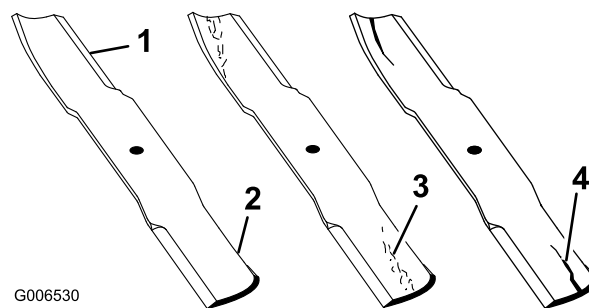

Figure 61
1. Examinez le tranchant des lames (Figure 61). Si les lames ne sont pas tranchantes ou si elles présentent des indentations, déposez-les et aiguisiez-les. Voir Aiguisage des lames.
2. Inspectez les lames, surtout la partie relevée (Figure 61). Remplacez immédiatement toute lame endommagée, usée ou qui présente une entaille (Figure 61).